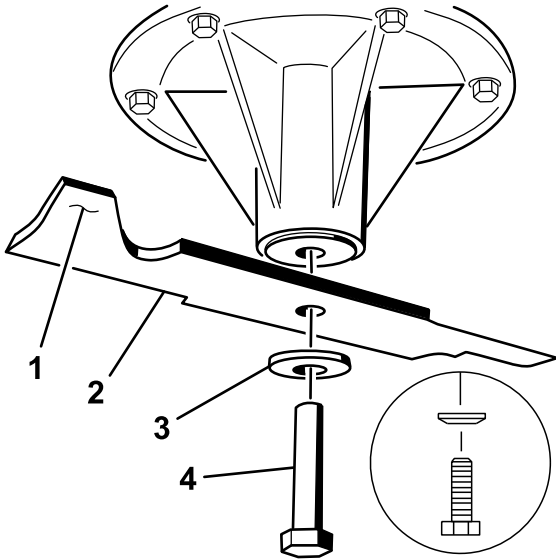

Figure 78
2. Enlevez le boulon, la rondelle bombée et la lame de l'axe (Figure 78).
3. Si la lame est déséquilibrée, limez un peu l'extrémité de la partie relevée seulement (Figure 78).